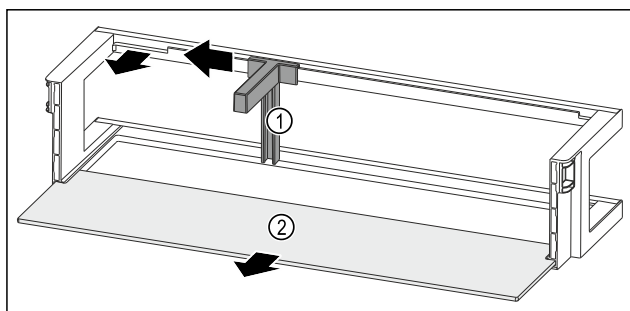

Fig. 199 Balconnet de contre-porte avec range-bouteilles et tablette de rangement
- ▶ Pousser le range-bouteilles Fig. 199 (1) sur le côté jusqu'à l'évidement.
- ▶ Retirer le range-bouteilles Fig. 199 (1).
- ▶ Retirer la tablette de rangement Fig. 199 (2).